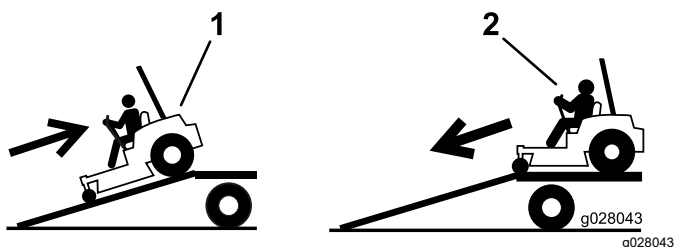

Figura 35
4. Suba la máquina por la rampa en marcha atrás (Figura 35).
2. Baje la máquina por la rampa conduciendo hacia delante (Figura 35).